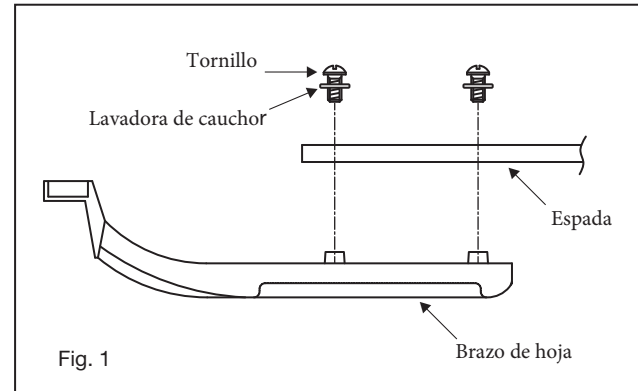

Fig. 1
- 1 Coloque la arandela de goma en el tornillo. Inserte este conjunto a través de la hoja y coloque el tornillo en el brazo de la hoja. Repita este procedimiento sin apretar el tornillo hasta que los 3 tornillos se hayan introducido en el brazo de la hoja (Fig. 1).